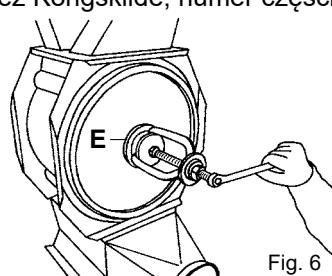

Fig. 6
3. Odkręcić śruby od pokrywy bocznej (D) i zdjąć pokrywę boczną, zobacz fig. 6. Aby łatwo zdemontować pokrywę boczną poprzez zamocowanie specjalnego narzędzia (E) na pokrywie bocznej i odpowiednie zdjąć pokrywę boczną przy użyciu prostego ściągacza. Odpowiednie narzędzie może być dostarczone przez Kongskilde, numer części to 121000698.